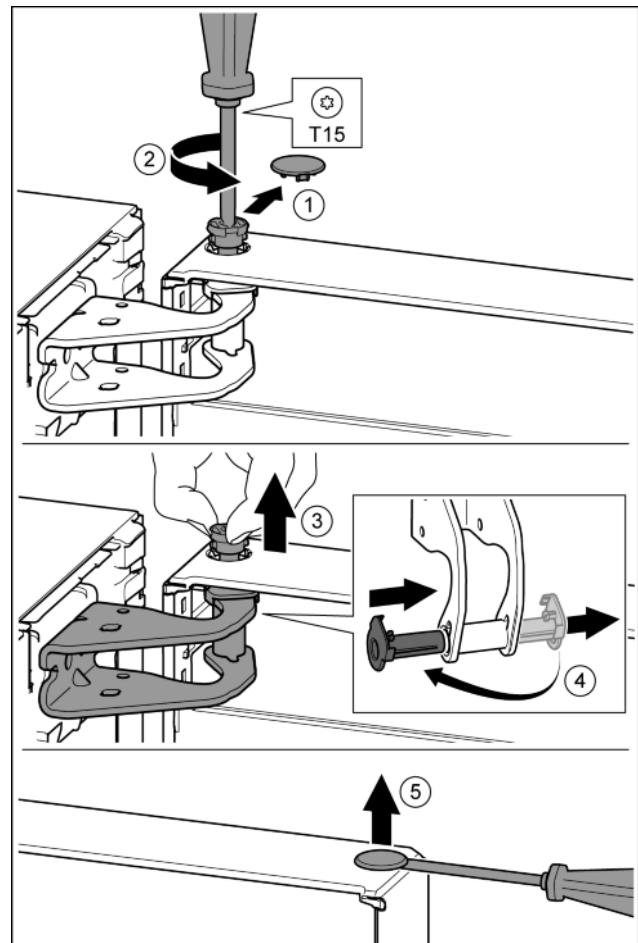

Fig. 7
- Обережно зніміть запобіжну кришку. Fig. 7 (1)
- Трохи викрутіть гвинт за допомогою викрутки T15. Fig. 7 (2)
- Притримуйте дверцята і витягніть палець руками. Fig. 7 (3)
- Витягніть із напрямної опорну втулку. Встановіть і зафіксуйте з іншого боку. Fig. 7 (4)
- За допомогою шліцевої викрутки обережно підйміть пробку із опорного втулка дверцят та витягніть її. Fig. 7 (5)